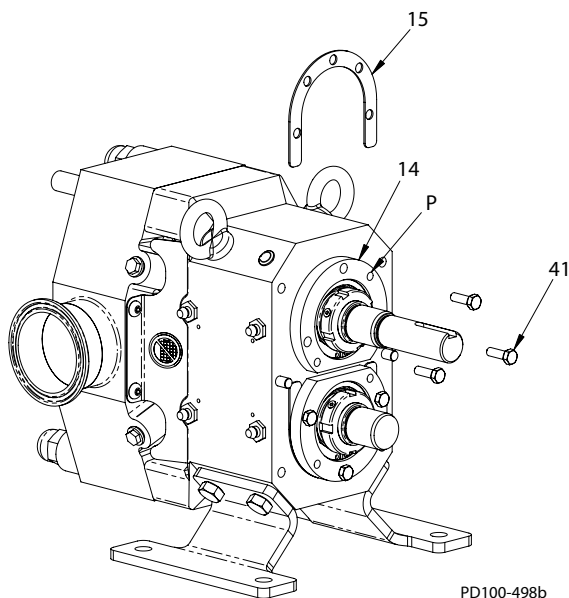

Abb. 58 - Beilagen montieren
3. Wählen Sie eine Kombination aus Beilagen (Abb. 58, Einzelheit 15), um eine Dicke so genau wie möglich zur berechneten Höhe zu erreichen. Überschreiten Sie nicht den berechneten Wert.
4. Entfernen Sie die Lagergehäuseschrauben (Abb. 58, Einzelheit 41), montieren Sie die in Schritt 3 ausgewählten Beilagen und montieren Sie wieder die Schrauben. Um das Spiel für die Beilagen zu erhalten, klopfen Sie mit einem weichen Gummihammer leicht auf den Rotor oder schrauben Sie zwei Schrauben in die Abdrückbohrungen (Pos. P) im Flansch des Lagergehäuses (Pos. 14).